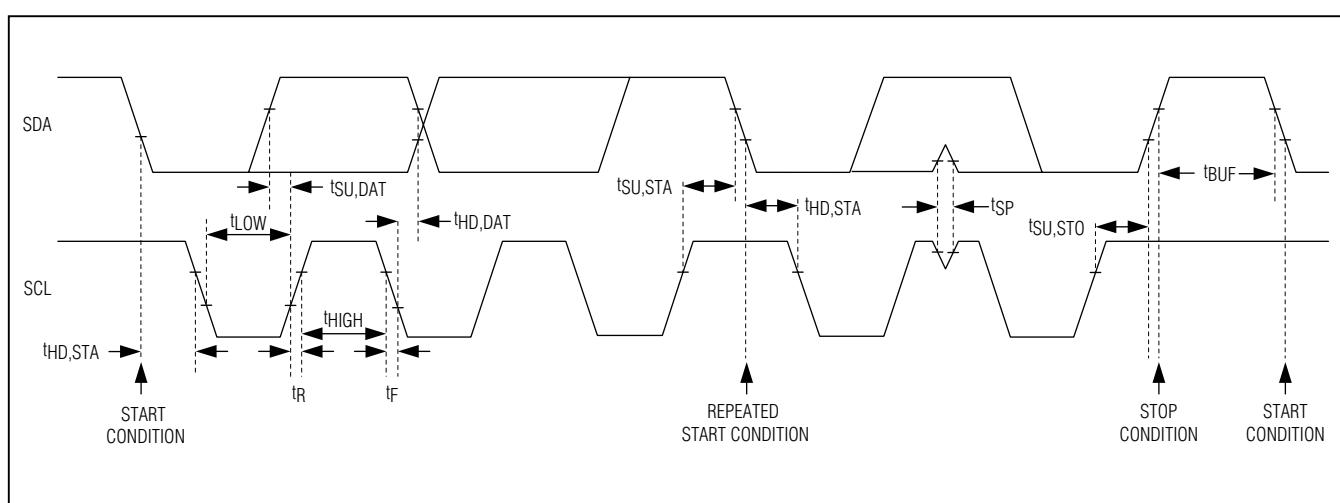

图3. 2线接口时序图
IC采用I²C/SMBusTM兼容的2线串行接口，包括一根串行数据线(SDA)和一根串行时钟线(SCL)。SDA和SCL的时钟速率高达400kHz，方便了IC与主机之间的通信。图3所示为2线接口时序图。主机在总线上产生SCL并启动数据传输。主机发送相应的从地址，随后为寄存器地址，紧接着发送数据字，向IC写入数据。每个传输序列都由START (S)或REPEATED START (Sr)条件和STOP (P)条件打包成帧。发送到IC的每个字长为8位，其后是应答时钟脉冲。主机从IC读取数据时，发送相应的从地址，随后为9个SCL脉冲。IC通过SDA发送数据，与主机产生的SCL脉冲同步。主机在接收到每个字节数据后对其进行应答。每个读序列由START或REPEATED START条件、非应答和STOP条件打包成帧。SDA既是输入又是开漏输出，SDA总线需要一个上拉电阻，通常大于500Ω。SCL仅作为输入。如果总线上有多个主机，或者单主机系统中的主机具有开漏SCL输出，SCL则需要一个上拉电阻，通常大于500Ω。SDA和SCL线上的串联电阻可选，串联电阻有助于保护IC的数字输入免受总线上高压毛刺的损坏，并最大程度地降低总线信号的串扰和下冲。